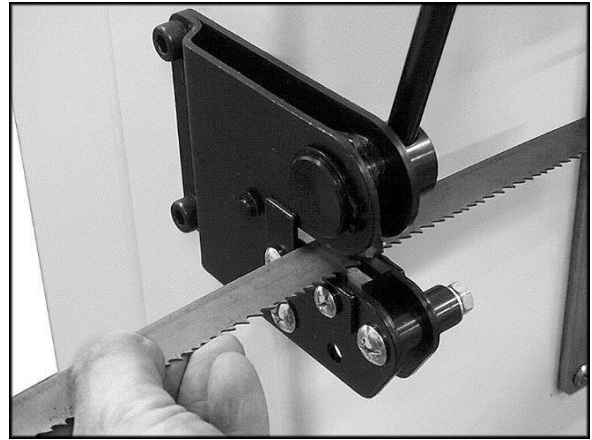

Abb. 10
2. Das Sägeblatt bis zum hinteren Anschlag in der Schnitfführung der Schere positionieren. Siehe Abb. 10. Achten Sie darauf, dass das Sägeblatt im rechten Winkel zur Schere steht, damit der Schnitt rechtwinklig zum Sägeblatt verläuft.